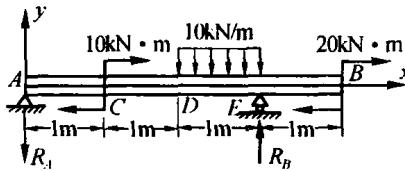

图 12-3
**例 12-3** 试用奇异函数求图 12-3 所示梁的挠曲方程。
选取图 12-3 中所示坐标系。则挠曲线近似微分方程：